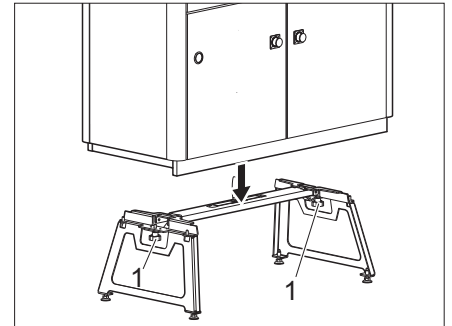

Fig. 63 Applicazione del blocco cucina
- Collocare il blocco cucina sul basamento montato (Fig. 63).
- Bloccare il blocco cucina e il basamento con le 2 viti a croce (Fig. 63,1).